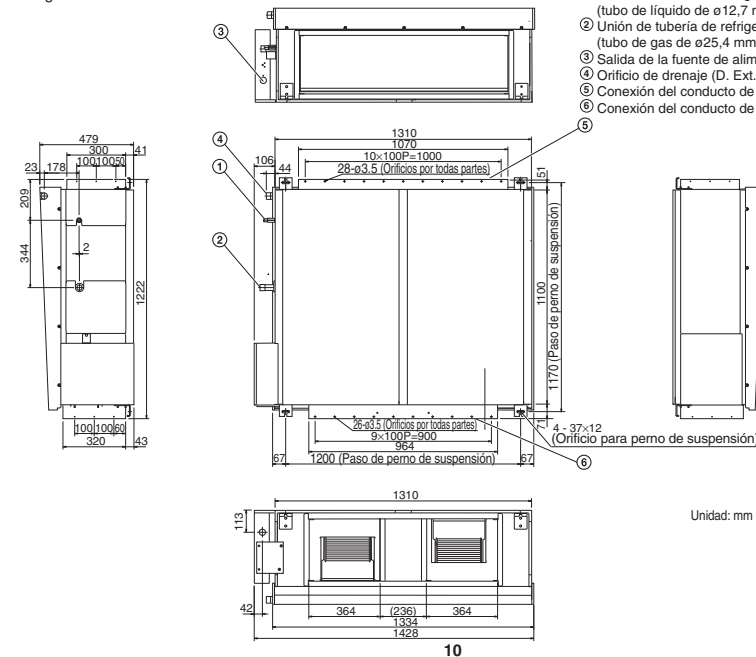

Fig. 3-2
- La Fig. 3-2 muestra las dimensiones detalladas de la unidad interior.